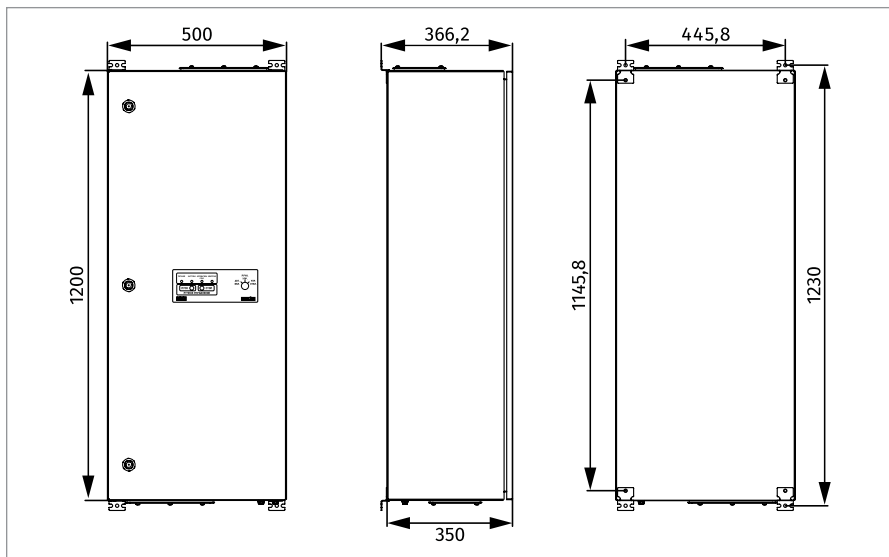

Рисунок 41. Внешний вид, габаритные и установочные шкафа контрольно-пускового «ШКП-250», «ШКП-250RS»
1. Наметьте на стене места для четырех установочных отверстий в соответствии с габаритным чертежом (см. Рисунок 41).